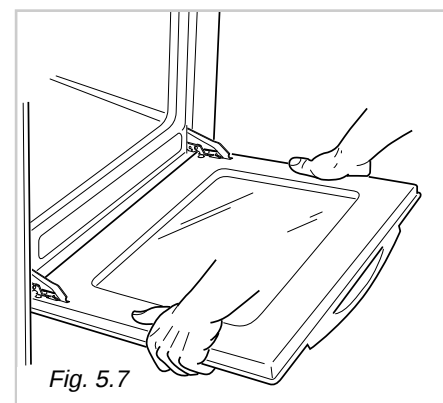
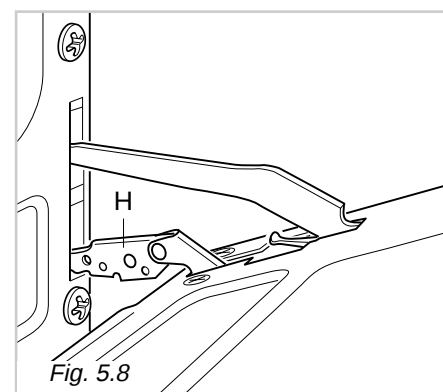

Fig. 5.7
Fig. 5.8
- De deur vastgrijpen (zoals aangeduid in fig. 5.7) en terwijl men ze sluit, de twee scharnieren loslaten zoals aangeduid wordt in fig. 5.8.
- De deur vastgrijpen met de handen die U dicht bij de scharnieren plaatst en de hendels "H" overeind trekken met de voorvingers (fig. 5.8).